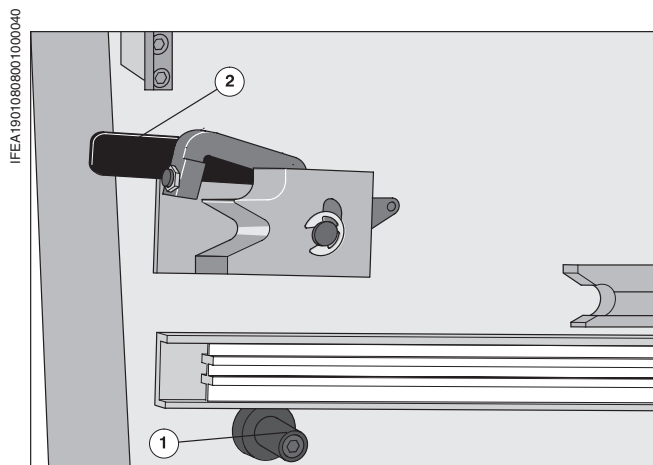

Рис. 54 Фиксация выдвижного блока нумератора
- 2 Выдвижную тележку подвести к машине и защелкнуть концы направляющих рельсов выдвижной тележки на направляющих болтах (Рис. 54/①) машины.
- 3 Потянуть блокировочные рычаги на стороне привода (Рис. 54/②) и на стороне обслуживания до упора в сторону приемки.
- 5 Нажать блокировочные рычаги на стороне привода (Рис. 54/①) и на стороне обслуживания до упора в сторону самонаклада.